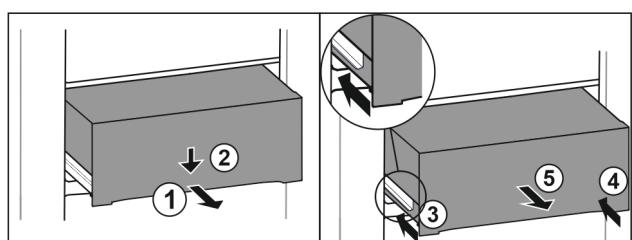

Fig. 120
- ▶ Вытяните выдвижной ящик наполовину. Fig. 120 (1)